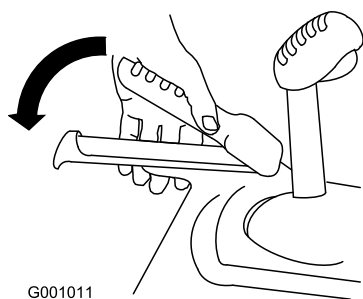

Figura 35
2. Innestate la leva della trazione e mantenetela in posizione (Figura 35).